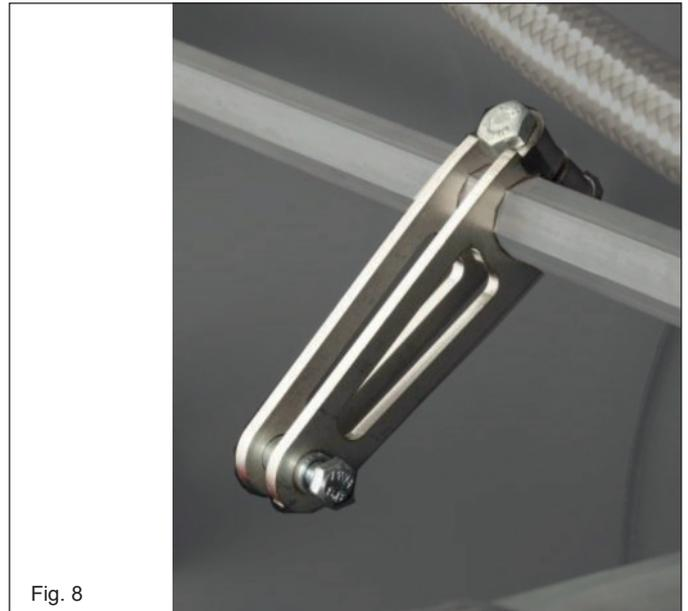

Fig. 8
- Push the center throttle lever assembly (Fig.8) on the hex bar. Do not tighten it in any way now!
- Schieben Sie den Gaszughalter auf die Crossbar-Stange, fixieren und sichern Sie den Halter mit Hilfe einer M6x35 Schraube, Unterlegscheibe und Mutter. (Fig. 8) Noch nicht festziehen!
- Attach the throttle cable to the throttle lever by using the throttle stop along with the matching M5 bolt. See Fig. 8.
- Führen Sie den Gasbowdenzug in den Gaszughalter ein und klemmen diesen mittels Trommelmutter und Klemmschraube fest. Siehe Fig. 8.